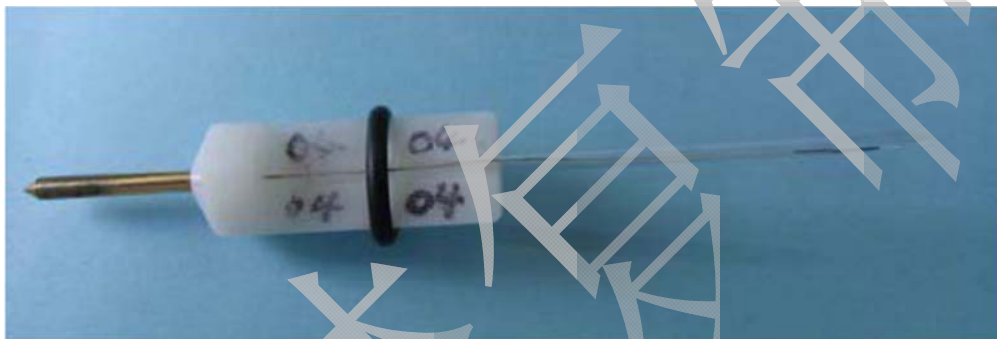

图 2.16 安装好的离子选择性微电极
- (1) 将氯化好的银丝从已灌充电解液和 LIX 的微电极后端插入，直至微电极后端与电极固定架接触。此时银丝应浸入电解液中但与微电极尖端保持一定距离（图 2.16）。